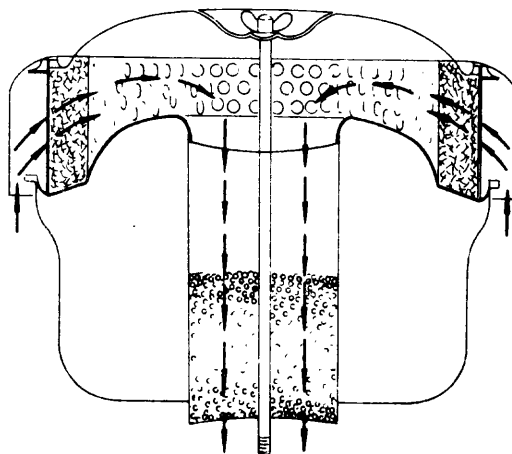

Fig. 3
*Filtro de aire tipo seco para trabajo liviano (fig. 3)*